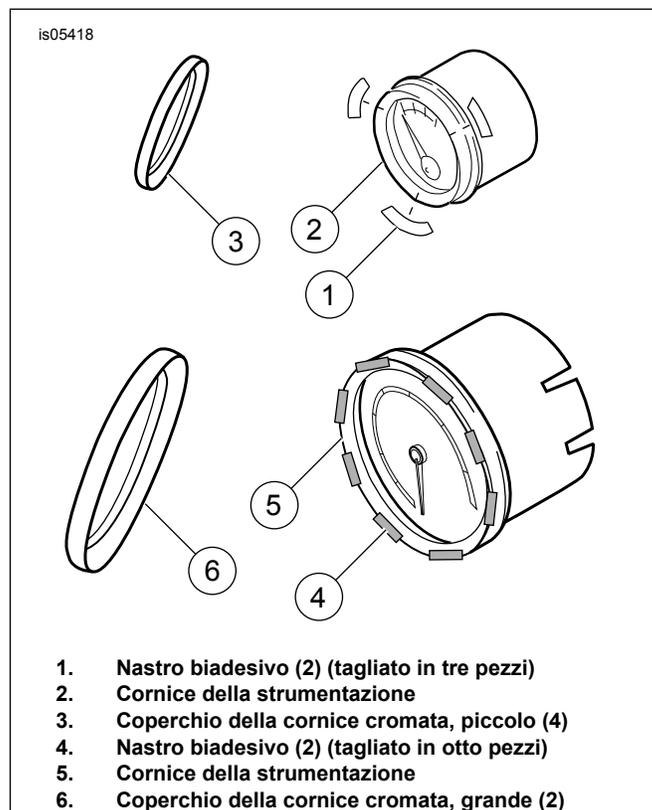

Figura 1. Installazione delle cornici della strumentazione
1. Vedere Figura 1. Tagliare il nastro adesivo (1) in sei pezzi uguali.
2. Rimuovere il rivestimento di carta da un lato del nastro e applicare tre pezzi di nastro (equidistanti) alla cornice della strumentazione (2). Premere saldamente.
4. Posizionare il coperchio della cornice della strumentazione (3) sull'indicatore e premere saldamente in posizione.
1. Vedere Figura 1. Tagliare il nastro adesivo (4) in sedici pezzi uguali. Utilizzare otto pezzi per ciascun coperchio della cornice.